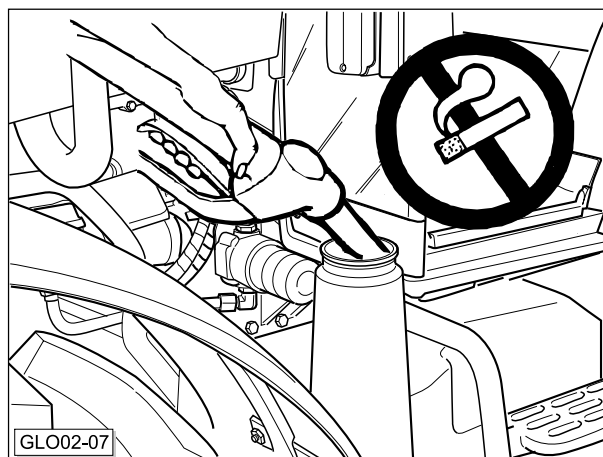

Fig. 2-7
- Ryg **IKKE** i forbindelse med påfyldning af brændstof. Hold åben ild på god afstand (fig. 2-7).